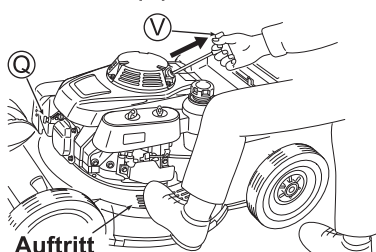

Abb. 12
- 1 Installieren Sie die Zündkerzenkappe (Q). (Siehe Abb. 12)
- 4 Um den Motor zu starten, stellen Sie einen Fuß auf den Auftritt am Gehäuse, ziehen Sie leicht am Startergriff (V) und halten Sie kurz an einer Position inne, von der aus Sie kräftig am Griff ziehen können (Siehe Abb. 12). Ziehen Sie anschließend von dieser Position aus kräftig am Griff. Lassen Sie den Startergriff (V) danach langsam los.